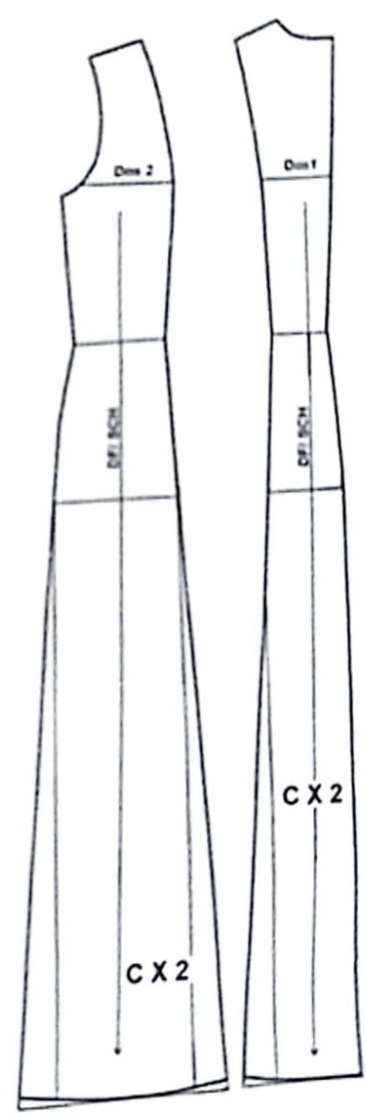

FIG. 5
- Séparez les pièces du dos et remontez les coutures de côté, les lignes de découpes de 1 cm et retracez le bas du dos en courbe (fig.5).